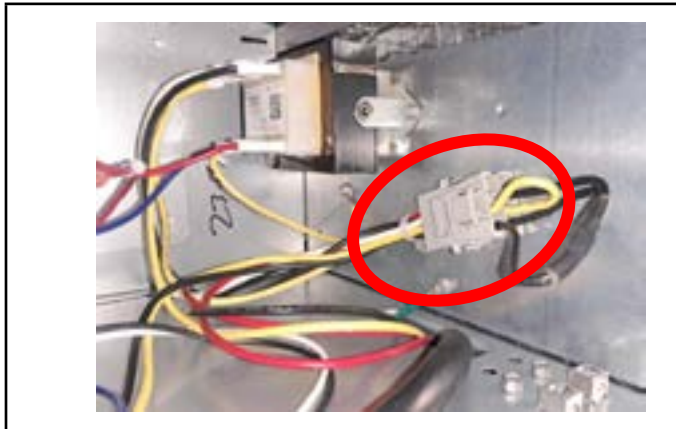

FIGURA 26. Conversión de la unidad de 230 VCA a 115 VCA
- 2 - Desconecte el arnés de enchufe de puente instalado en fábrica de 230 V del conector gris de 8 clavijas y descártelo. Consulte la FIGURA 26.